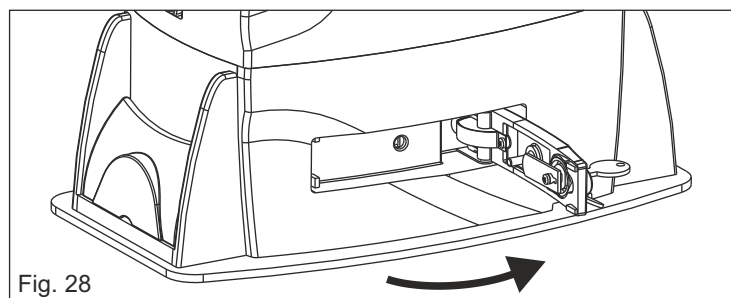

Fig. 28
- Tirer le levier de déverrouillage jusqu'à la battue, 90° environ (Fig.28).